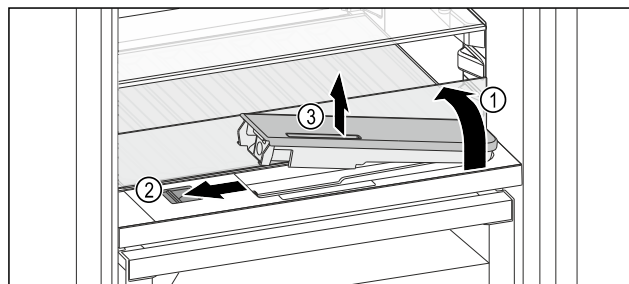

Fig. 230
- ▶ Podnieść płytę szklaną i złożyć ją z powrotem, aż do oporu Fig. 230 (1).
- ▶ Przesunąć suwak Fig. 230 (2) w lewo.
- ▶ Wyjmowanie zbiornika wody Fig. 230 (3).